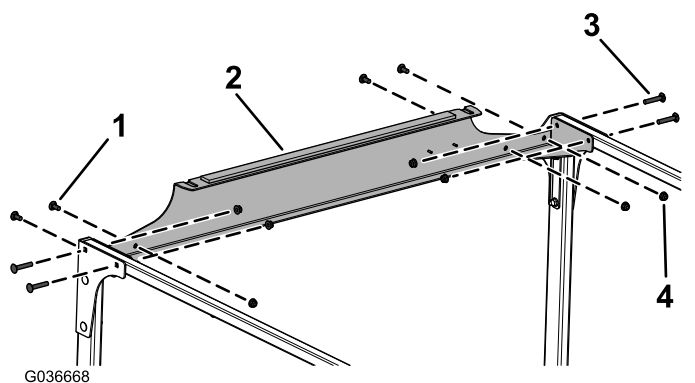

Bild 10
9. Befestigen Sie die hintere Querverbindung lose mit vier Schlossschrauben (5/16" x 1 3/4"), vier Schlossschrauben (5/16" x 3/4") und acht Bundmutter (5/16") an den Querverbindungsrohren und den hinteren Platten, wie in Bild 10 abgebildet.